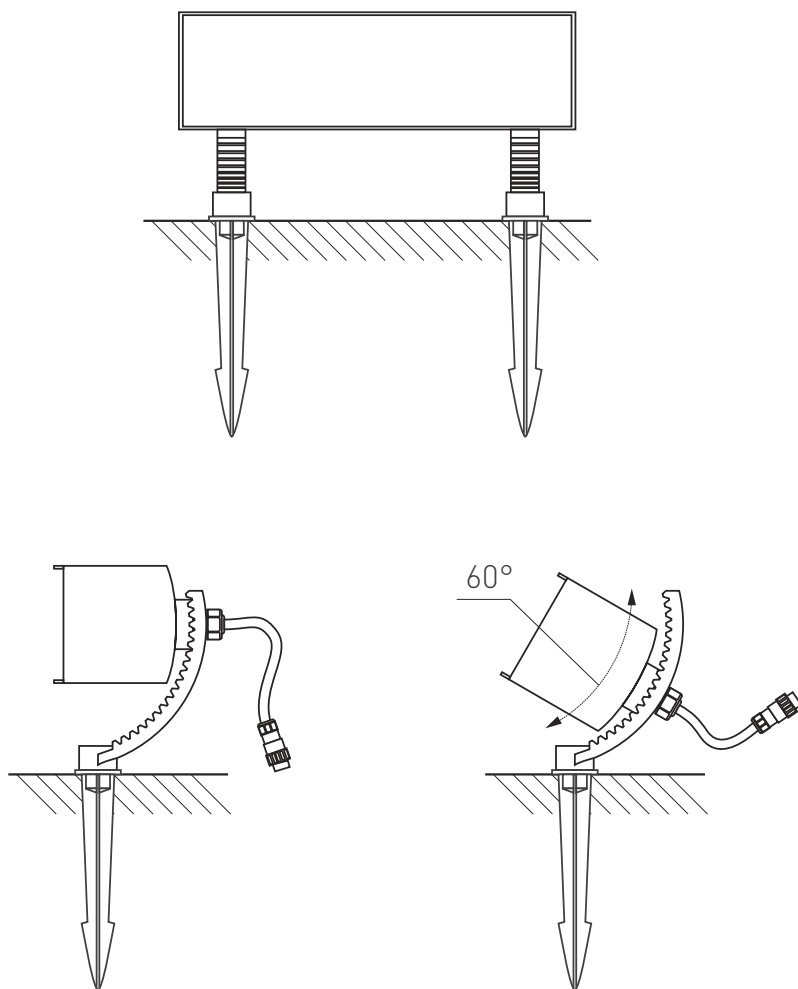

Рис. 2. Установка и подключение светильника
- При установке светильника на грунтовое основание следуйте инструкции, приведенной на рис. 2.